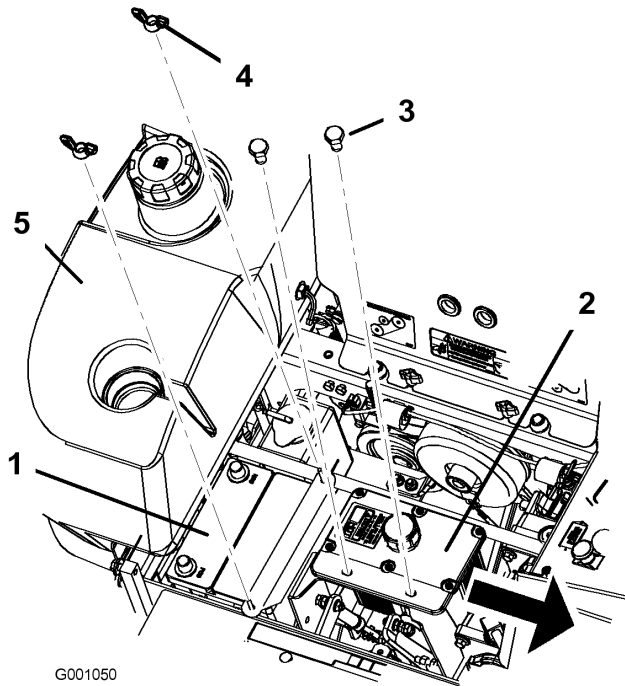

Bild 39
6. Entfernen Sie beide Flügelmuttern (1/4 Zoll), mit denen die Batterieschelle befestigt ist (Bild 39).
7. Entfernen Sie die beiden Schrauben, mit denen der Hydraulikbehälter befestigt ist (Bild 39).
1. Setzen Sie die Batterie in das Batteriefach ein, die Pole sollten gegenüber dem Hydrauliktank sein (Bild 39).
6. Befestigen Sie die Batterie mit J-Schrauben, einer Halteschelle, 2 Scheiben (1/4 Zoll) und 2 Flügelmuttern (1/4 Zoll) (Bild 39).